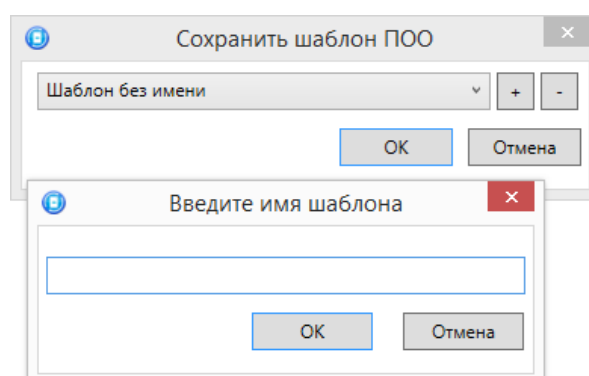

Рисунок 4.57 — Сохранение шаблона
- *Сохранить шаблон настроек*: открытие окна *Сохранить шаблон ПОО* (см. рисунок 4.57), с помощью которого может быть сохранена конфигурация ПОО контроллера в качестве шаблона.